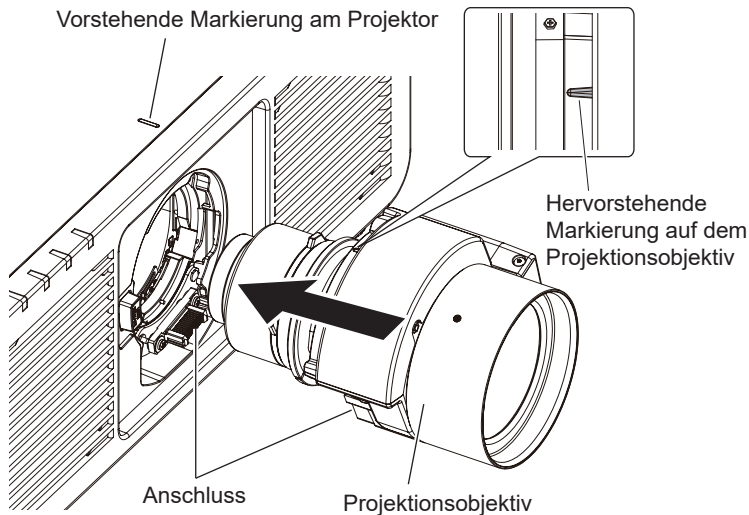

Abb. 2
- 2) Halten Sie den Objektivriegelungsknopf (①) gedrückt und drehen Sie das Projektionsobjektiv gegen den Uhrzeigersinn (②) bis zum Ende und nehmen Sie es ab (③). (Abb. 2)
- 2) Richten Sie die vorstehende Markierung am Projektionsobjektiv an der vorstehenden Markierung des Projektors aus und schieben Sie das Projektionsobjektiv ganz hinein (Abb. 2).